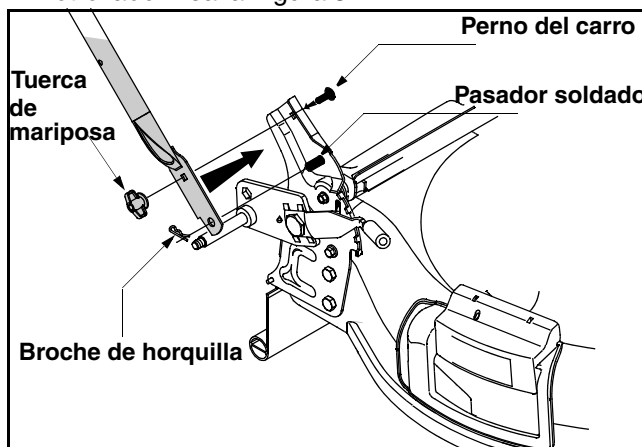

Figura 3
- Retire el pasador de horquilla del agujero externo del pasador soldado de las ménsulas de las manijas. Utilice un par de pinzas para insertar una pata de manija inferior contra la ménsula de la manija. Inserte el pasador de horquilla dentro del agujero interior del pasador soldado. Repita en el otro lado. Vea la Figura 3.
- Después de correr el pasador de horquilla, inserte el bulón del carro del paquete de hardware en el orificio superior del soporte de montaje de la manija y ajústelo con la tuerca plástica de mariposa del paquete de hardware. Vea la Figura 3. Repita en el otro lado.